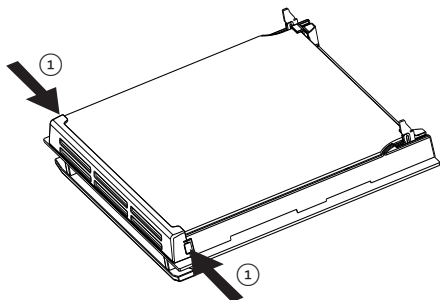

Fig. 10.20
- Premere le linguette di aggancio su entrambi i lati della porta e rimuovere completamente il fermavetro (fig. 10.20, 10.21).